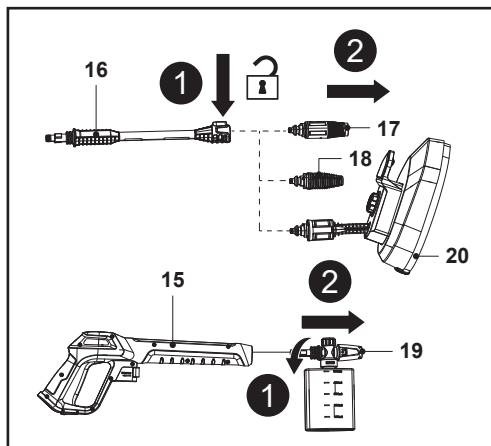

Fig. 17
1. Desconecte o bocal (18/20) da lança de extensão (16) ou desconecte o bocal (19) do recipiente de detergente da pistola de pulverização (15) (Fig. 17).